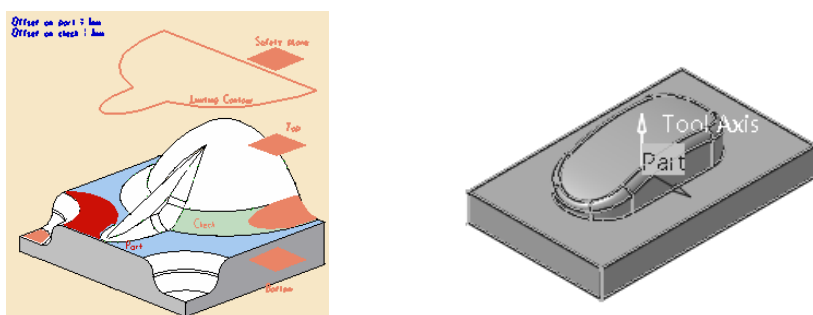

图 3-33 定义加工区域 (2)
- 定义加工区域（2），单击“Advanced Finishing.1”对话框中的，切换到几何参数选项卡，单击对话框中的目标零件感应区，选择整个目标加工零件作为加工对象，如图 3-33 所示，在空白处双击鼠标左键返回。